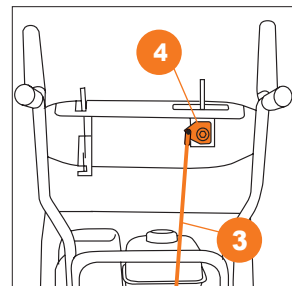

Рис. 8
- Подсоедините штангу рычага выбора передач **3** к кронштейну рукоятки панели управления и зафиксируйте шплинтом **4** (Рис. 8).